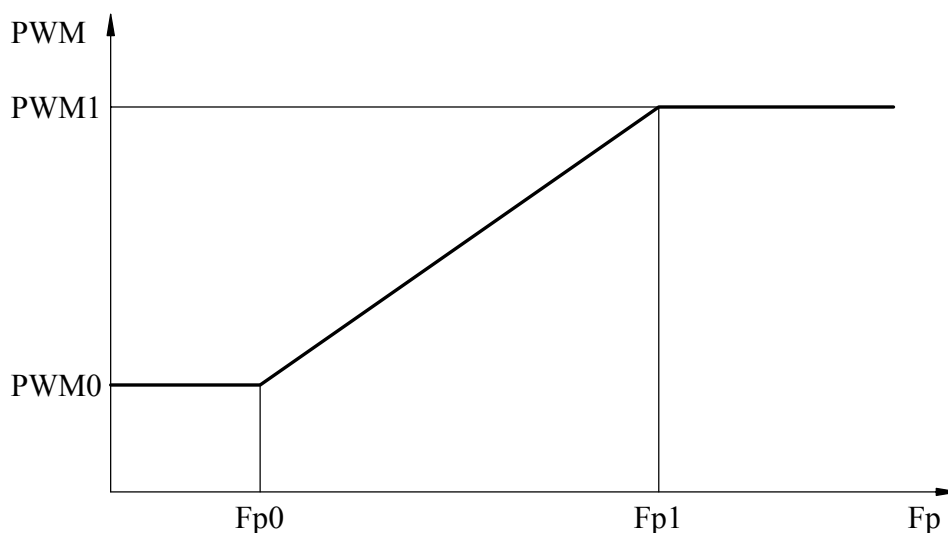

Рис. 8. Зависимость выходного относительного напряжения от частоты и табличных параметров.
3.8.7. Тип 4 – параметры кривой выходного относительного напряжения ($PWM=f(Fr)$) (рис.8).